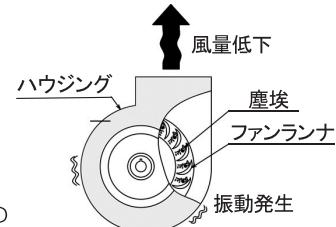

図3-4 嘘による現象
- ・ファンランナに粉塵が堆積しますと、風量の低下、アンバランスによる振動の発生や軸受損傷の原因になります。（図3-4参照）